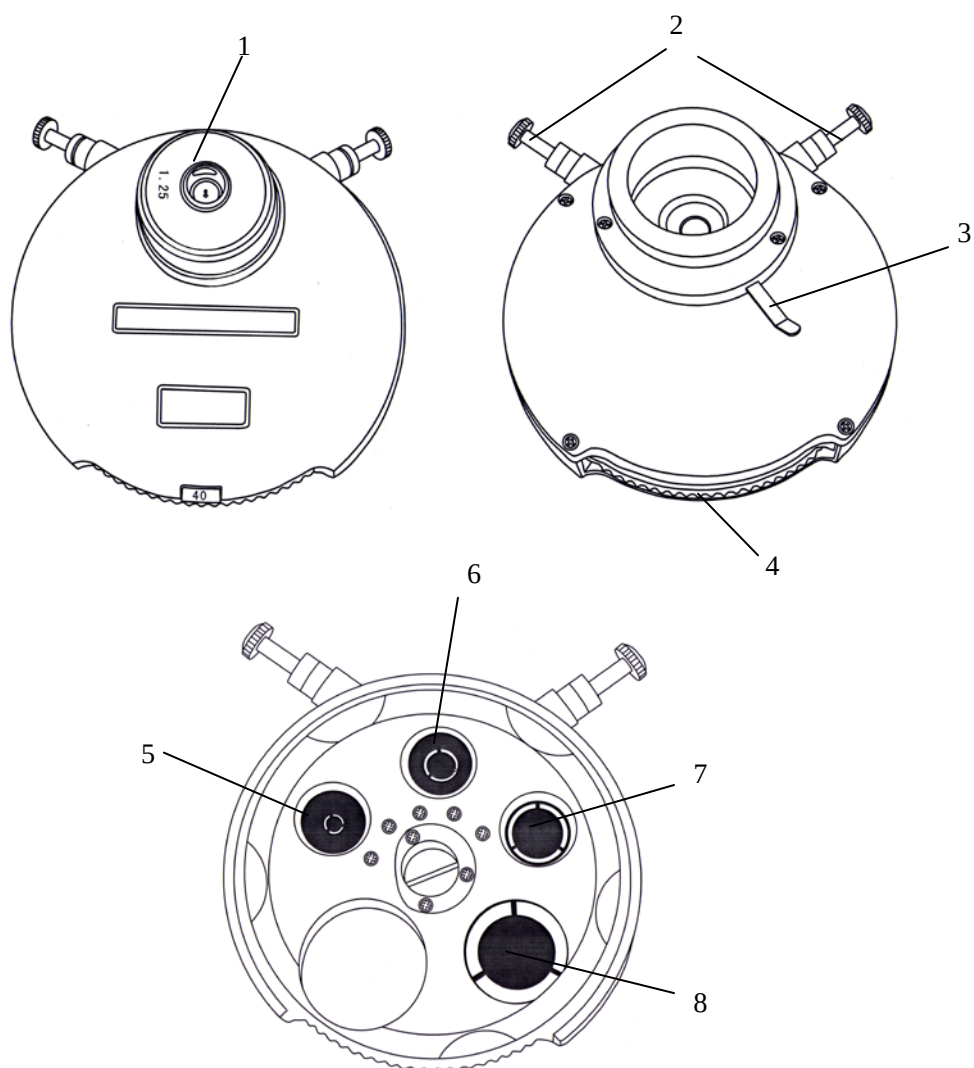

Fig. 2 Disco de torreta
2. Condensador del contraste de fase (Ver Fig. 2)
“10” significa que encaja el objetivo de contraste de fase 10X, “40” significa que encaja el objetivo de 40X y “100”, el objetivo de 100X phase (de aceite). “DF” se utiliza para la observación del campo oscuro y “BF” la del campo brillante. Se deberá ajustar el centro de cada diafragma anular mediante los dos tornillos de ajuste. (Ver Fig. 2)
Mientras se encuentra en el modo campo brillante normal, para obtener la resolución de imagen y el contraste, incremente la profundidad de campo, ajuste la varilla del diafragma de apertura (Fig.2) para configurar el diafragma del condensador del 70% - 80% de la apertura numérica del objetivo. (Fig. 4)
- Después de depurar bien el campo brillante, marque "10" en el disco de torreta (Fig.2).
- Pulse el mando de centrado del diafragma anular (Fig.2), gire y aclárelo, haciéndolo coincidir totalmente con el anular oscuro, sin pérdida de luz. (Ver Fig. 5.b)
- Después de ajustar el método del contraste de fase, gire el disco de torreta hasta (Fig.2) "DF", ajuste el campo oscuro de visión en el ocular, centre la muestra para obtener clara la imagen del micro gránulo.